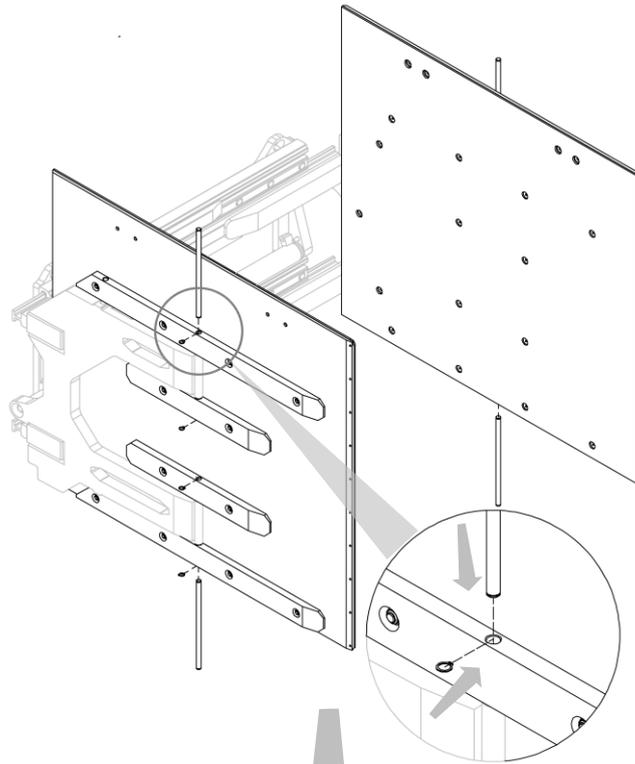
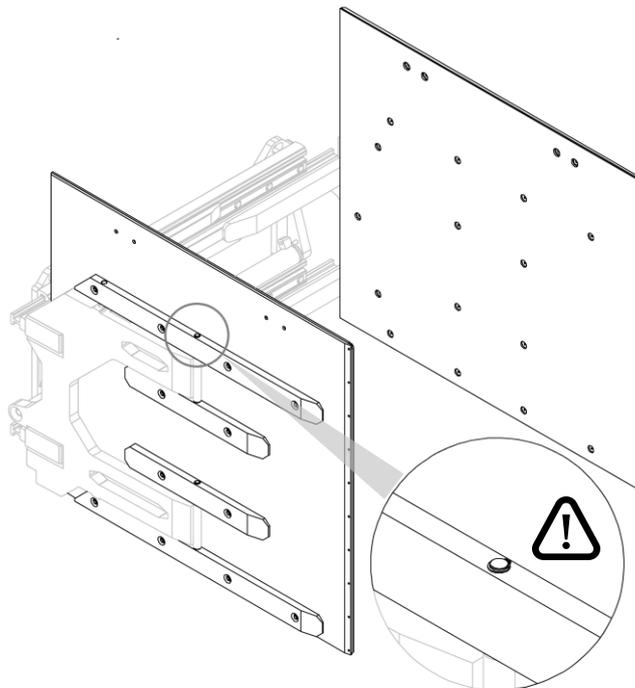

Abbildung 18
Abbildung 19
3. Setzen Sie die Klappen (mit den Platten) auf die Gabelzinken und stecken Sie die Befestigungsbolzen mit den Gummiringen, mit denen sie gesichert werden, korrekt auf (siehe *Abbildung 18* und *Abbildung 19*).